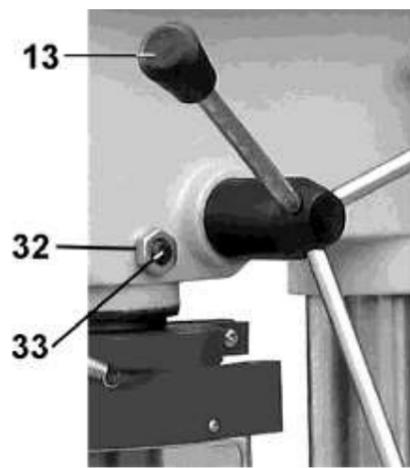

Рис. 7
- Перемещая шпиндель за ручку (13), проверьте плавность хода шпинделя, Рис.7. Установочный винт (33) с контргайкой (32) предназначен для предотвращения проворачивания шпинделя.